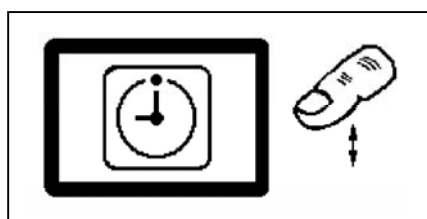

Рис. 22 Подтверждение сигнала нарушения
- Указание: возникшее нарушение в системе появится на табло после прекращения воздействия на клавишу дополнительная смазка, см. Рис.22.
- Посредством нажатия кнопки (Рис. 22) сигнал „Er“ переходит в длительный мигающий сигнал.
- В случае появления сигнала „LL“ во время работы насоса, его работа не прекращается до окончания цикла смазки. После окончания времени паузы насос не включается автоматически. На табло постоянно мигает сигнал „LL“, см. Рис. 22.
- При нажатии кнопки см. Рис. 22 сигнал „LL“ переходит в продолжительный сигнал.